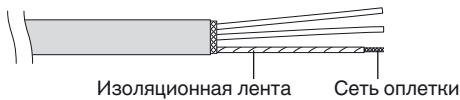

Рис. 4-10
- (2) Осторожно расплетите плетёный экран и надежно скрутите вместе провода экрана. Изолируйте провода экрана, пропустив их сквозь изоляционную трубку, или обмотав изоляционной лентой. (Рис. 4-10)